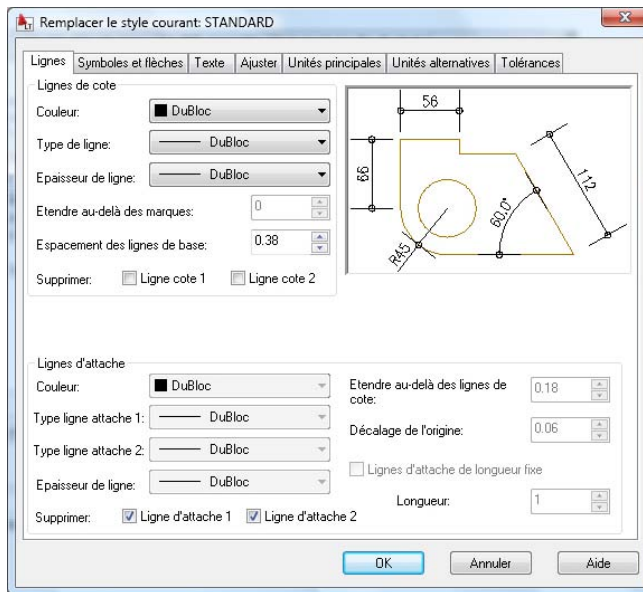

Figure 5.78
3. Parcourez le gestionnaire et découvrez ses principales composantes et variables. Cliquez sur le bouton Modifier. L'onglet Lignes (voir Figure 5.78) permet de paramétrer les lignes d'attache et les lignes de cote. Un écran miniature à l'intérieur du gestionnaire des styles de cote permet de visualiser en direct les effets des changements de paramètres.